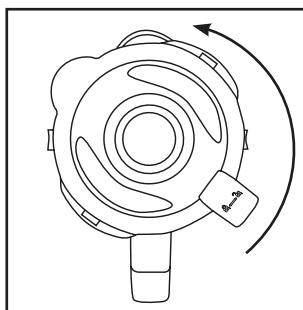
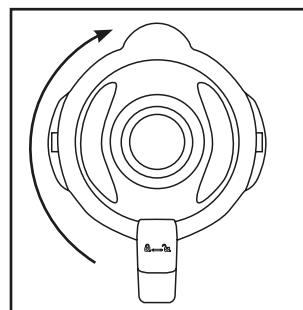

Fig. 1
Fig. 2
- 1) Drej blanderkanden **③** i retning mod uret, indtil pilen ▼ under blanderkandens håndtag står over positionen □. Tag blanderkanden **③** lodret op fra motorblokken **⑥**.
- 2) Fjern låget **②** ved at dreje det mod uret i retning af position ▲ (se fig. 1), indtil du kan tage det af oppefra.
- 3) Fyld blanderkanden **③**.
- 4) Sæt låget **②** forskudt på blanderkanden **③** igen. Luk låget **②** ved at dreje det med uret til position □, indtil det klikker hørbart på plads (se fig. 2). Sørg for, at hældetuden på blanderkanden **③** er lukket. Motoren kan kun startes, hvis låget **②** slutter helt til.